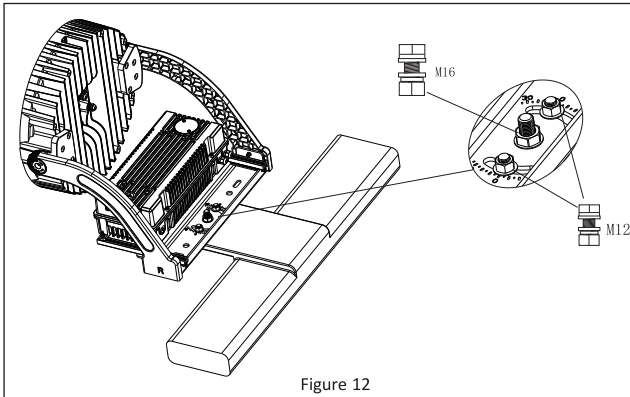

Figure 12
3. Fixez le luminaire à la traverse en alignant les trous sur le support du luminaire et en installant les deux boulons M12 et un boulon M16 avec des rondelles plates, des rondelles de blocage et des écrous. **Reportez-vous à la Figure 12.**